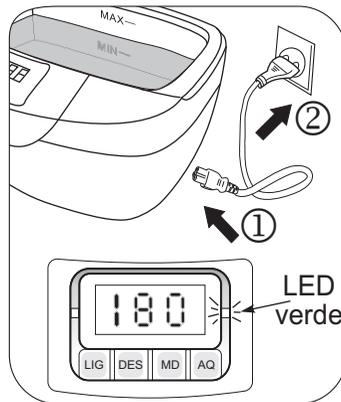

Fig.10
- 3▶ Após certificar-se de que a rede elétrica está adequada, encaixe o cabo de alimentação (Fig.10, pág. 12) no aparelho e depois conecte-o à tomada. Ao conectar o cabo de alimentação do aparelho à tomada, o display exibirá o ciclo padrão de 180 segundos (3 min.);
- 3▶ Insira uma extremidade do cabo de energia no corpo da cuba de ultra-som e a outra na tomada (Fig.10, pág. 12). A luz verde que indica que o equipamento estará ligado e o display exibirá o ciclo padrão de 180s (3 minutos) que é exibido toda vez que a cuba de ultra-som é ligada;